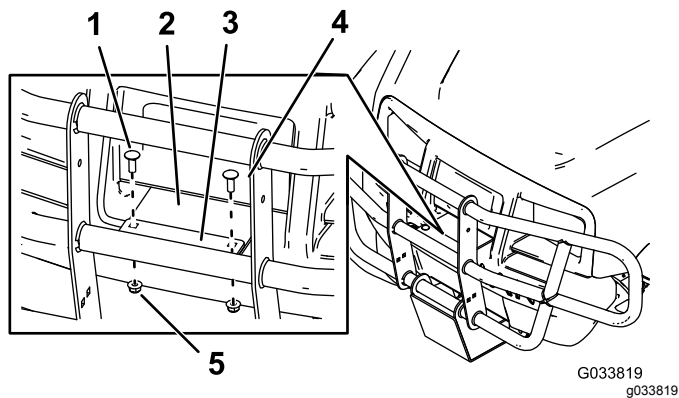

Figura 10
7. Instale la defensa delantera en el soporte superior corto de la defensa delantera usando 2 pernos de cuello cuadrado y 2 tuercas (5/16"), como se muestra en la Figura 10.